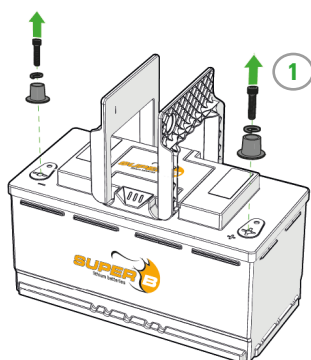

Figura 9. Rimuovere i terminali di alimentazione automobilistici.
1. Rimuovere i terminali di alimentazione automobilistici. (Figura 9)